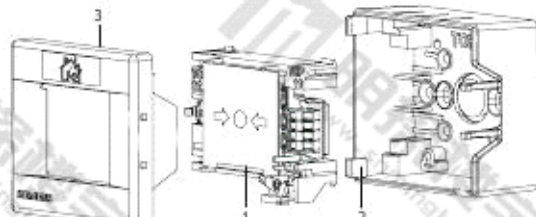

图 5
5. 使电子部件上的“TOP”标记与外壳上的“TOP”标记方向一致，将电子部件装入外壳内，直到卡住为止（见图 5）。